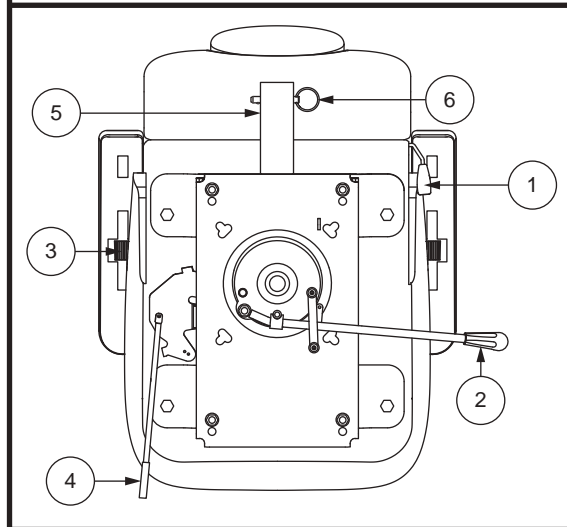

Figura 20. Regolazioni del sedile - Stile B
Per regolare il sedile reclinabile dello scooter, osservare questi passaggi. **Vedere figura 20.**
1. Tirare verso l'esterno la leva scorrimento sedile. **Vedere figura 20.**
L'inclinazione del bracciolo dello scooter è regolabile verso il basso o verso l'alto ruotando l'apposito selettore. **Vedere figura 20.**
La staffa accessoria montata posteriormente consente di collegare un accessorio personale come un cestino, un porta-deambulatore o una bombola di ossigeno alla parte posteriore dello scooter. Utilizzare il perno di fermo per fissare saldamente l'oggetto alla staffa accessoria. **Vedere figura 20.** Per dettagli rivolgersi al fornitore autorizzato.